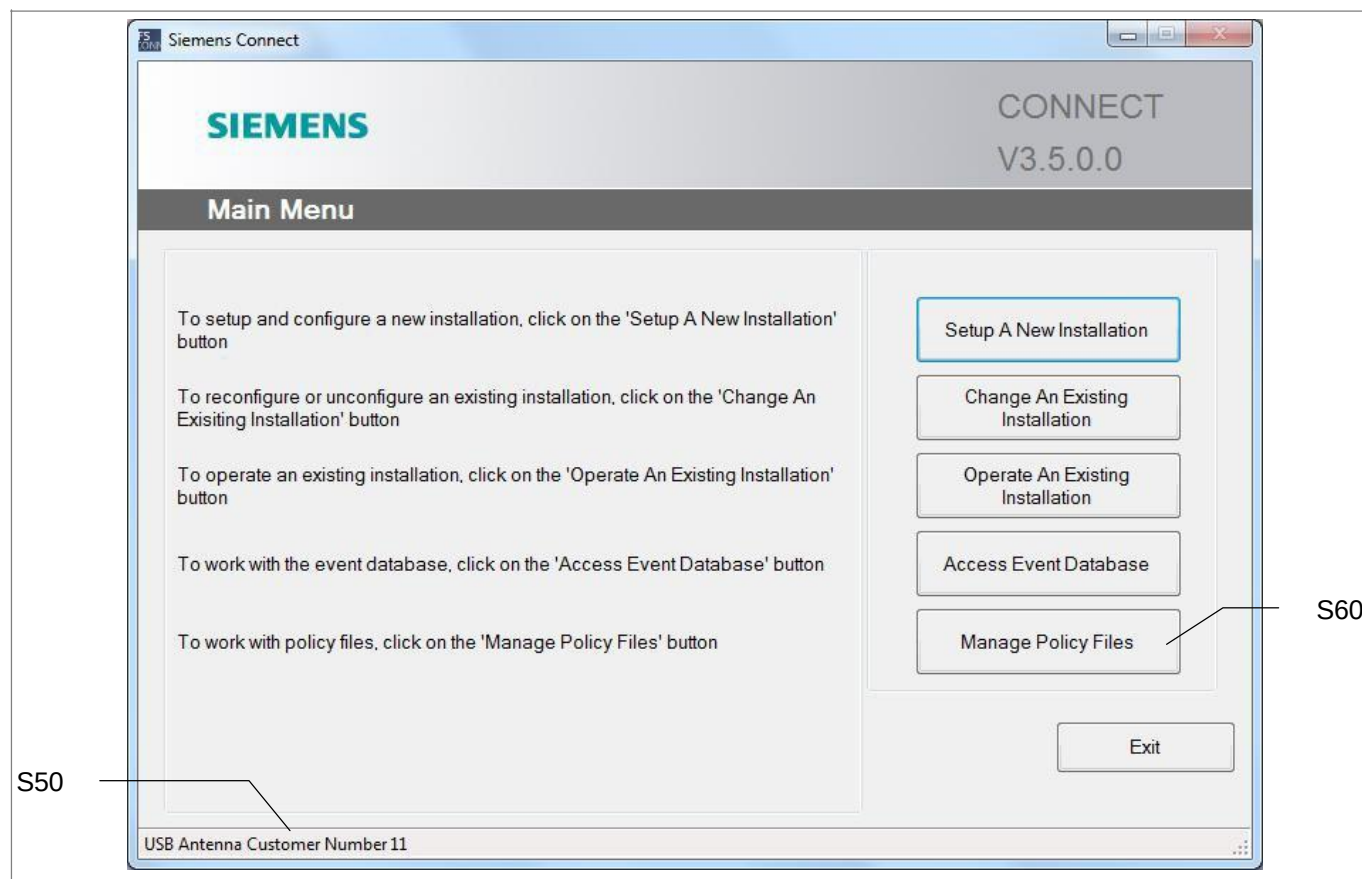

Рис. 30 Сименс Коннект (Siemens Connect) – Главное меню
1. Запустить Сименс Коннект (Siemens Connect) на компьютере с антенной USB и на Главной странице выбрать 'Setup a New Installation'/'Наладка новой установки' (S10) (смотрите рисунок 30).